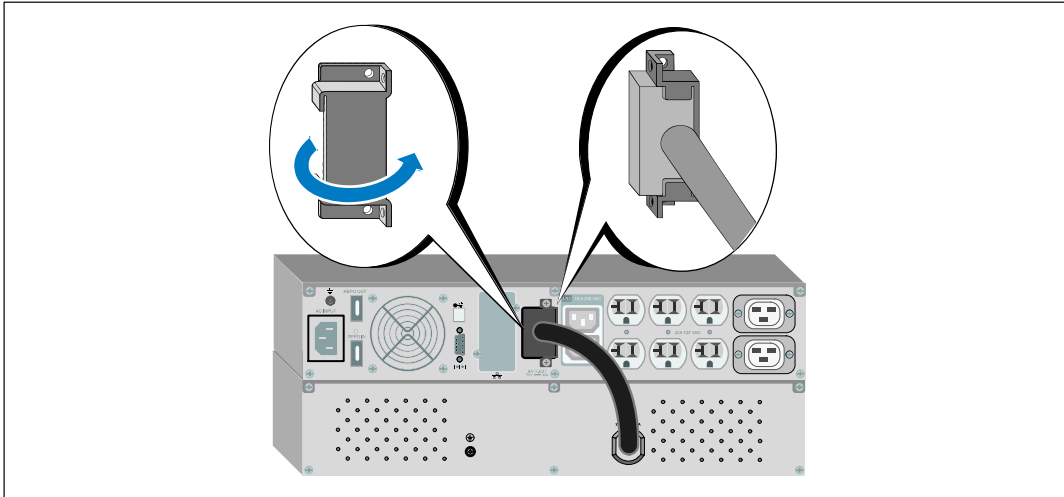

Abbildung 27. Montage der Batterieanschlussabdeckung
- 2 Installieren Sie die Batterieanschlussabdeckung zum Zwecke der Zugentlastung EBM (siehe Abbildung 27) unter dem -Kabel.